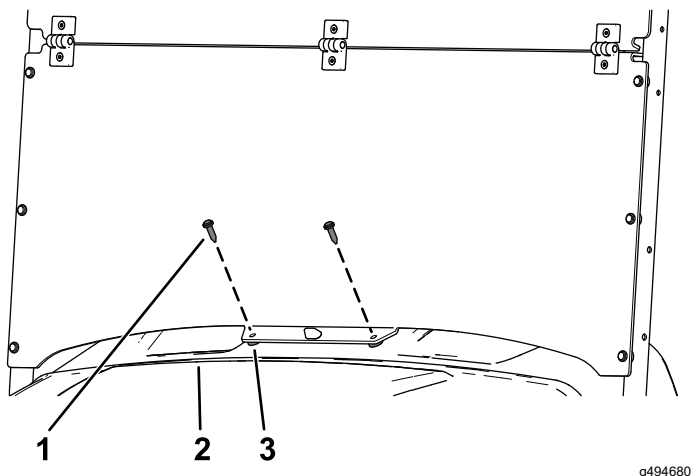

Bild 5
5. Sichern Sie das untere Teil der Windschutzscheibe mit 2 Kunststoff-Distanzstücken und 2 langen Kunststoffnieten am Armaturenbrett (Bild 5).